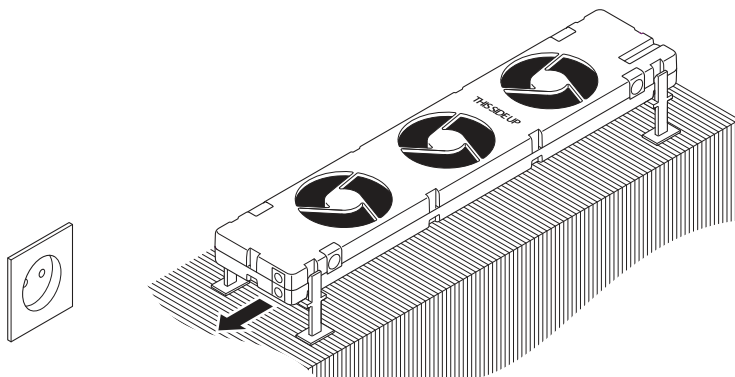

Abb. 9 - Position des **SpeedComfort** (B1) auf dem Konvektor.
2. Stellen Sie sicher, dass der **SpeedComfort** (B1) nach oben weist und dass die **Anschlussbuchsen** (b1, b2) in Richtung der Steckdose weisen (siehe Abb. 9).
3. Platzieren Sie den **SpeedComfort** (B1) oben auf den Konvektor und lassen Sie zwischen den Konvektorseiten und dem **SpeedComfort** (B1) Platz, um die Geräuschentwicklung zu reduzieren (siehe Abb. 9). Der SpeedComfort kann auch auf dem Boden unterhalb des Konvektors platziert werden, wenn der Platz dafür ausreicht.